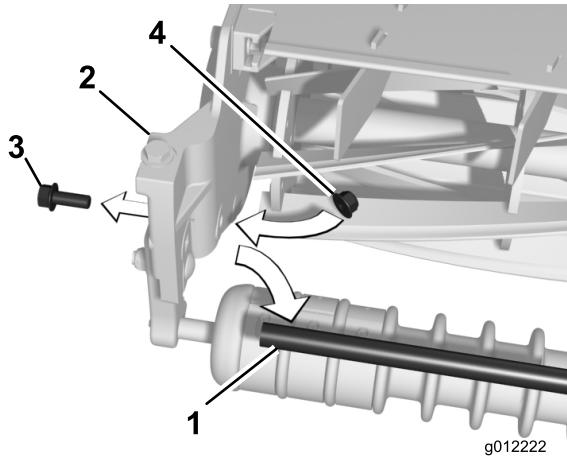

図 11
1. サポートチューブをカッティングユニットのサイドプレートに固定しているフランジヘッドボルト2本を外す図11。サポートチューブを取り外す。
2. フランジヘッドボルトを、カッティングユニットのサイドプレートに固定する付属品のフランジロックナット3/8インチ2個を使用する図11。